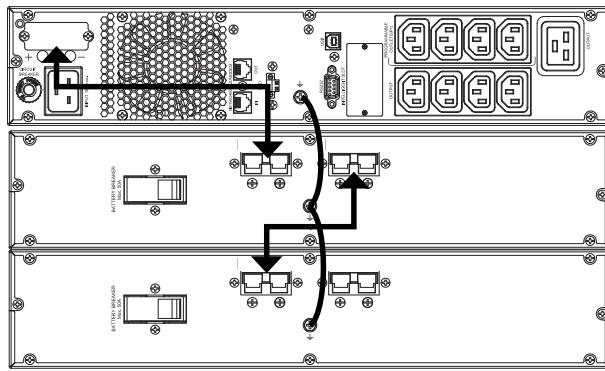

Abb. 9. Anschluss mit Batteriemodulen.
- Der Anschluss des Batteriemoduls mit der USV wird über einen Schlauch mit polarisierten Steckern an beiden Enden, der mit dem Batteriemodul mitgeliefert wird, durchgeführt. Den Stecker an einem Ende des Schlauchs in die jeweilige SPS.ADVANCE-Buchse und den Stecker des anderen Endes in die Buchse des Batteriemoduls stecken (siehe Abb. 9). Ebenso können die Batteriemodule parallel angeschlossen werden, da jedes Modul über zwei Stecker verfügt.
Das im Schlauch enthaltene Erdungskabel an den entsprechenden gekennzeichneten Stellen anschließen, sei es an einer Klemme oder an einer Schraube (siehe Abb. 9).
- In der Abb. 9 wird der Anschluss eines Geräts mit 3 kVA in einer Anordnung Typ Rack mit zwei Batteriemodulen dargestellt. Für eine größere Anzahl so ähnlich wie in der Abbildung dargestellt vorgehen.